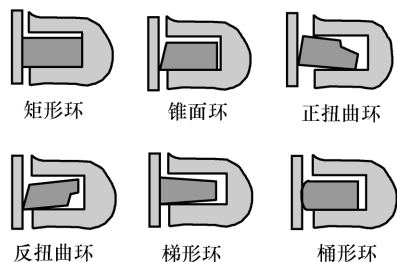

图 5-14 不同结构的气环
(1) 气环 气环的作用是保证活塞与气缸壁间的密封，防止高温高压燃气进入曲轴箱；同时还将活塞顶部的大部分热量传导给气缸，再由冷却液传入大气。活塞环工作时受到气缸中气体的高温高压作用。第一道气环的工作表面一般镀铬，以提高耐磨性。气环按着端面不同分为矩形环、梯形环、正扭曲环和反扭曲环等多种类型（图 5-14）。气环装配有方向性要求。
(2) 油环 油环用于刮油、布油。活塞下行时，油环用来刮除气缸壁上多余的机油；活塞上行时为气缸壁上布一层均匀机油膜，减小活塞与气缸的磨损和摩擦阻力。